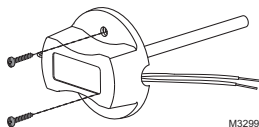

Fig. 6. Montage du capteur d'air de soufflage/retour.
2. Percer un trou de 6,4 mm (1/4 po) pour la sonde du capteur et la monter sur la gaine avec les vis fournies (voir la Fig. 6).